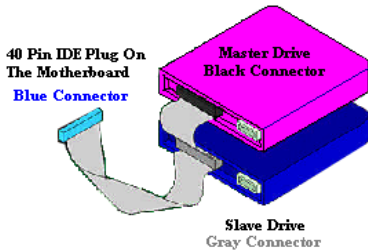

図 2-8. Ultra ATA/66 ケーブルの接続方法
- 黒いコネクタをマスターHDD のプラグに差し込みます。次にグレイのコネクタをスレーブドライブ (セカンダリ HDD、CD-ROM、テープドライブなど) のプラグに差し込みます。図 2-8 を参照してください。